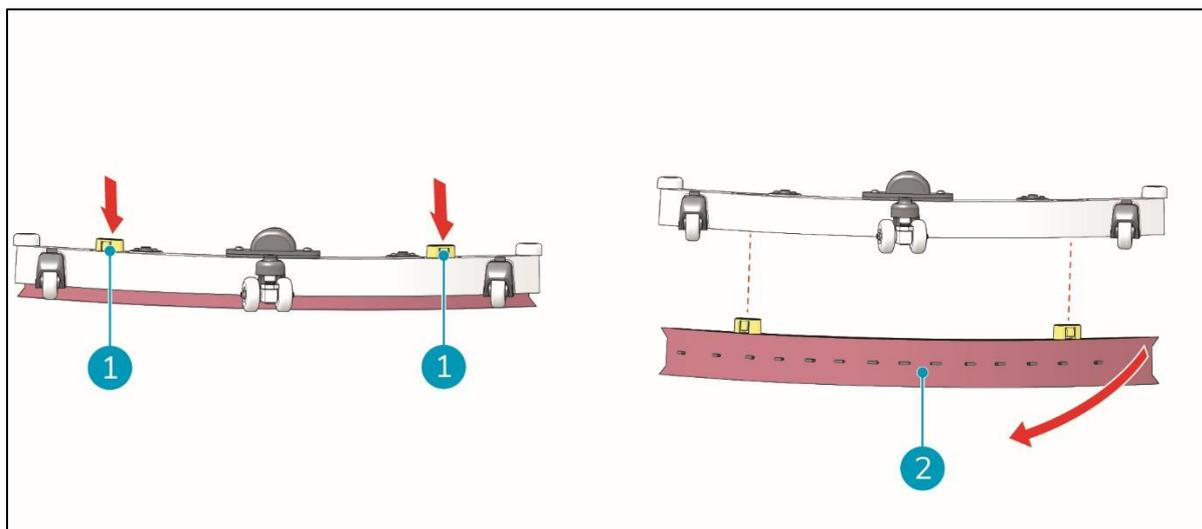

Figura 30
2. Quando a unidade tiver sido retirada da plataforma de lavagem, prima simultaneamente os dois botões pretos na parte superior da unidade do rodo (Figura 30, pos. 1). O suporte das lâminas do rodo desprender-se-á da unidade das lâminas do rodo. Agora as lâminas do rodo estão expostas.